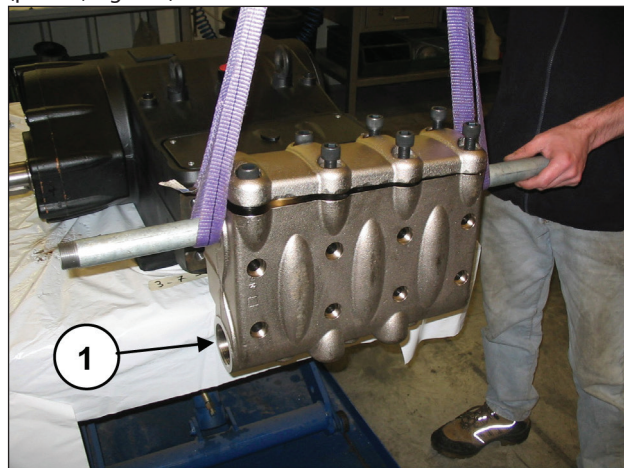
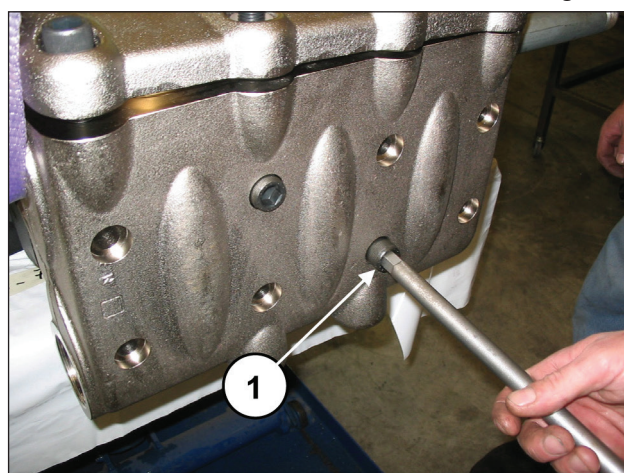

Fig. 117
Fig. 118
Montar la cabeza en el cárter de la bomba (pos. ①, Fig. 117) sin golpear los pistones y apretar los 8 tornillos M16x180 (pos. ①, Fig. 118).
**Apretar en diagonal los 8 tornillos M16x180 internos (ver Fig. 117) y a continuación los 4 externos.**